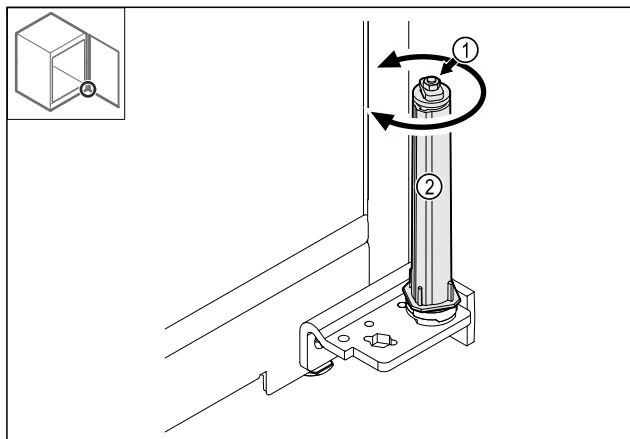

Fig. 31
- Non scomporre il collegamento a vite Fig. 31 (1) del sistema di chiusura.
- Ruotare il sistema di chiusura Fig. 31 (2) finché non scatta.